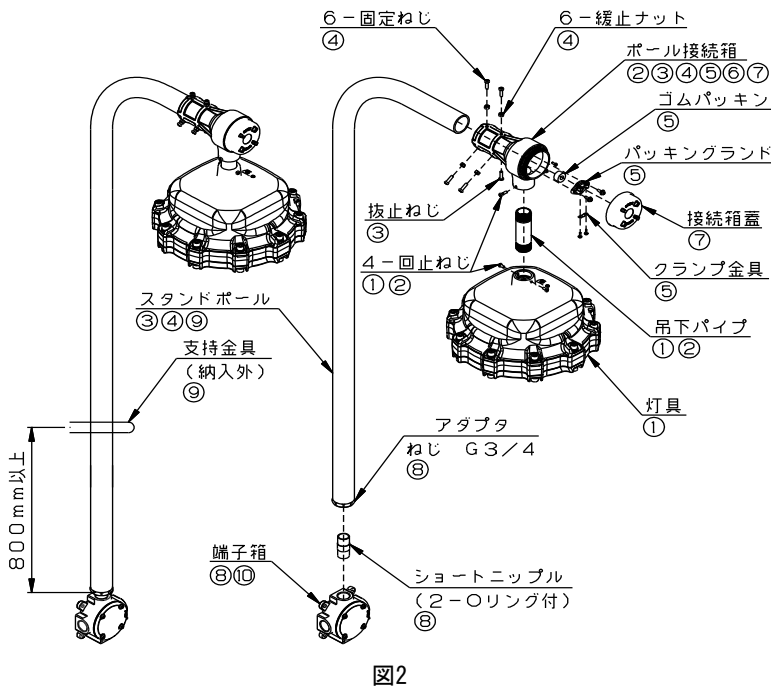

図2
- ① 端子箱をM8ボルト、または同等の強度を持つボルトにて水平な取付面に強固に取付けます。
- ② 灯具にパイプをねじ込んでください。
- ③ 端子箱蓋をパイプにねじ込んでください。
- ④ 灯具を持ち上げ、蝶番金具を端子箱の蝶番軸に引掛けてください。
- ⑤ 電源ケーブル(白・赤:電源線、黒:アース線)接続後、4本の十字穴付六角ボルトにて端子箱と端子箱蓋を締め付けてください。この時、必ずパッキンを端子箱本体と端子箱蓋の間に挟み込んでください。
- ⑥ 灯具と端子箱の位置を調整後、回止ねじ(4箇所)を締め付けてください。
■スタンド形、ポールB形・C形(図2: LZIB130851の例です)